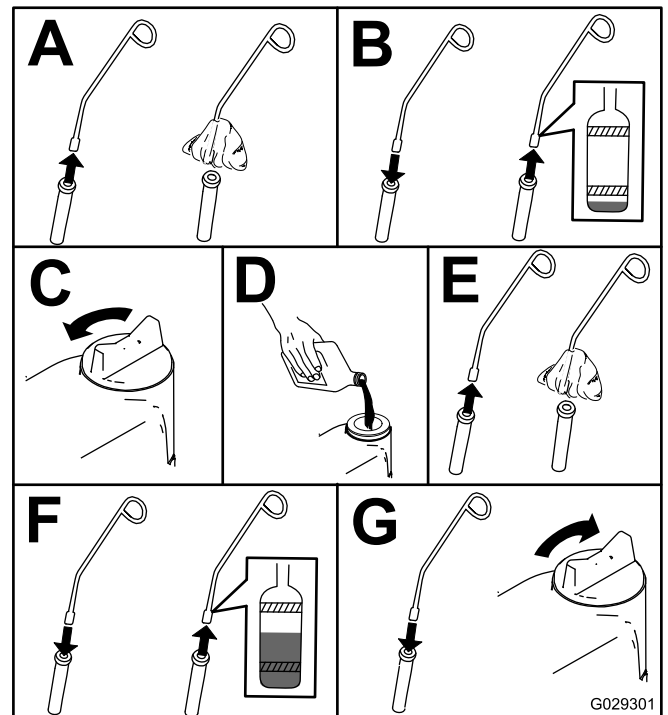

Bild 41
4. Kontrollieren Sie den Ölstand wie in **Bild 41** gezeigt.